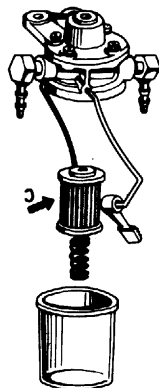

Fig. 37
- 1 Benzinfilter im Einstellventil (Abb. 37 C). Dieser Filter befindet sich auf der rechten Seite des Motorraumes. Den Benzindruck, durch Einfuegung eines Manometers mit Dreiweganschluss an der Unterseite des Filters, kontrollieren: der Druck muss etwa 1,5 mm Wasser betragen.
Sostituire il filtro nella valvola regolatrice (Fig. 37-C)
Changer le filtre dans la soupape de réglage (fig. 37-C).
Substitute the filter in the regulating valve (Fig. 37-C)